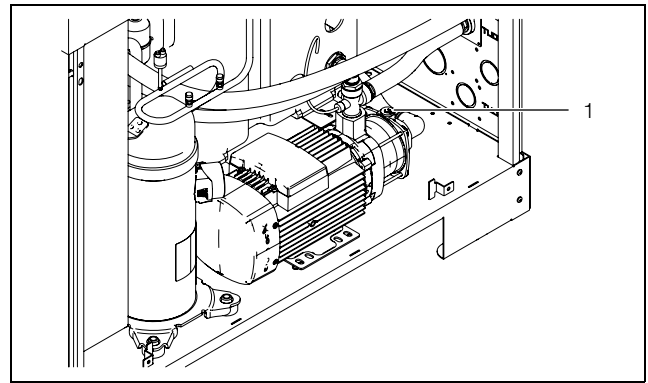

Abb. 26: Kühlmediumpumpe entlüften
- Entlüften Sie die Kühlmediumpumpe (im Stillstand), indem Sie die Entlüftungsschraube (Abb. 26, Pos. 1) lösen.